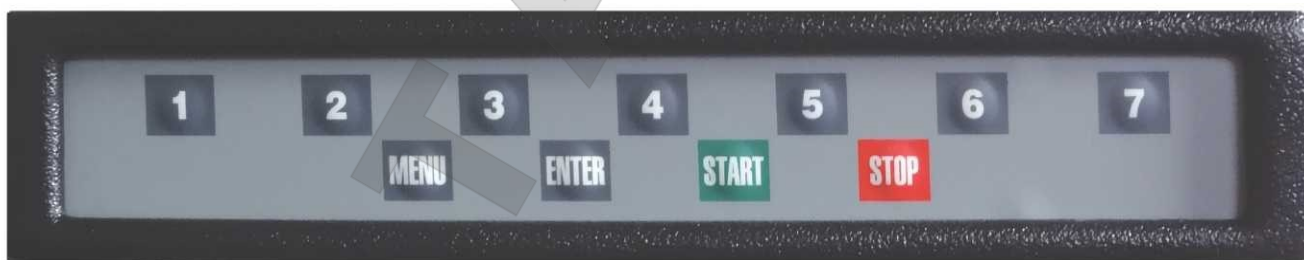

рис.8.1.
8.1. Данная модель СБ имеет клавиатуру, состоящую из 11 кнопок, расположенных в два ряда (рис. 8.1). Верхний ряд из семи кнопок, пронумерованных от 1 до 7 и имеющих разное функциональное назначение, которое указывается в каждый момент на изображении кнопок в нижней части экрана монитора. Четыре кнопки нижнего ряда имеют постоянное функциональное назначение: кнопка «MENU» - для входа в режим «MENU», кнопка «ENTER» - для ввода в память различных параметров, кнопка «START» - для запуска вращения вала, кнопка «STOP» - для выхода из различных режимов в основной рабочий режим и для экстренной остановки вала СБ.